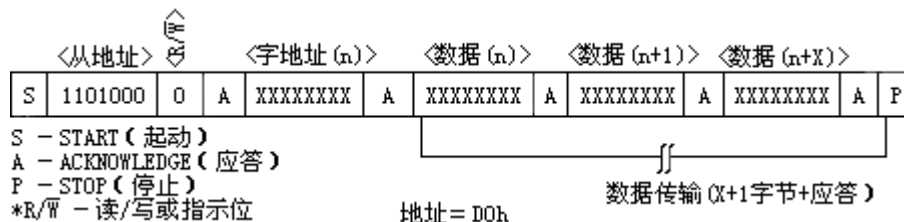

图 6 数据写—从器件接收模式
1、从接收器模式（写 DS1307 模式）器件通过 SDA 和 SCL 接收串行数据和时钟。在接收到每一个字节后，就发送一个应答位，而 START 和 STOP 为串行传递的始末端。在接收到从地址和方向位（见图6）后，硬件自动执行地址识别。在主器件产生起动（START）条件后，DS1307 接收到的第一个字节是地址字节，此地址字节包含有 7 位的 DS1307 地址：1101000，跟随在指示位（R/~W）之后（此时为写操作，该位为 0）在收到并译出地址信息后，器件就在 SDA 线上输出应答位。在 DS1307 识别从地址+写入位后，主器件将发送一个寄存器地址到 DS1307，以此在 DS1307 上设置寄存器指针，之后，主器件将开始发送数据字节（DS1307 在接受完每个字节之后都将返回一个应答位），所有数据字节传输完成后，主器件将产生一个停止（STOP）条件来中断数据的写入。